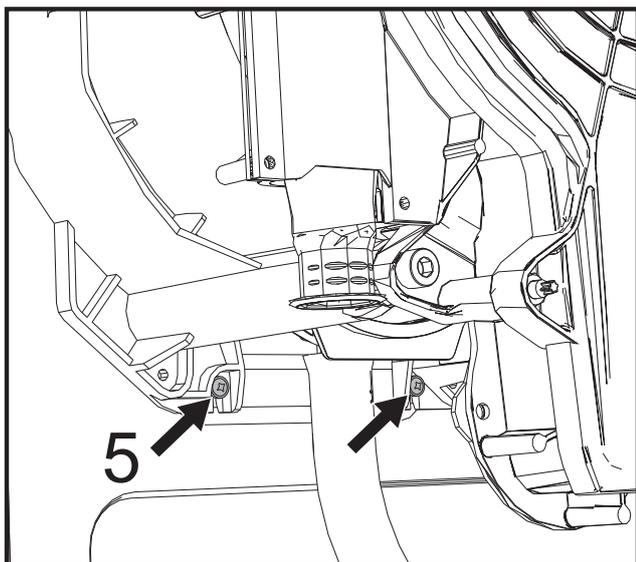

рис. 64
- Ослабьте 2 **нижних винта "5"**, служащих для крепления теплообменника к раме (рис. 64)